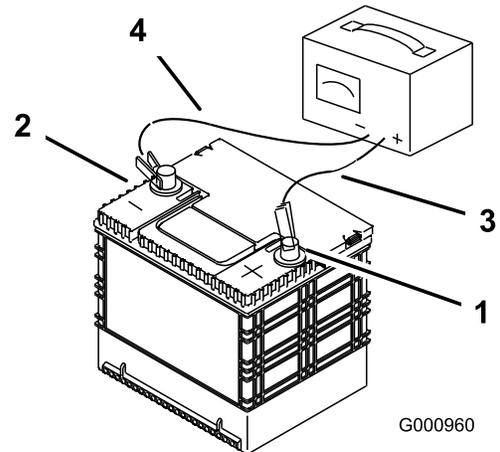

Figura 44
2. Quando la batteria è completamente carica, staccate il caricabatterie dalla presa elettrica e scollegate i cavi di ricarica dai poli della batteria (Figura 44).